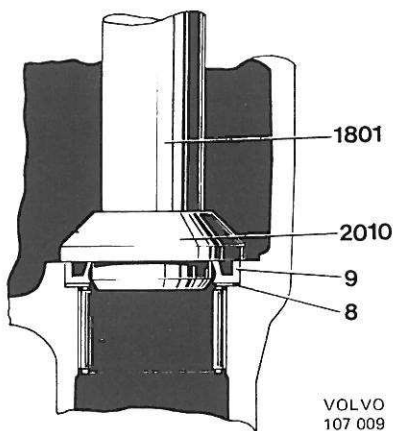

Figure 106. Montage de la bague d'étanchéité
9. Bien fixer le boîtier (4) avec le col tourné vers le bas. Poser la rondelle (8) dans le boîtier. Monter la bague d'étanchéité (9), avec lèvre d'étanchéité tournée vers le haut. Se servir des outils 2010 et 1801, figure 106.